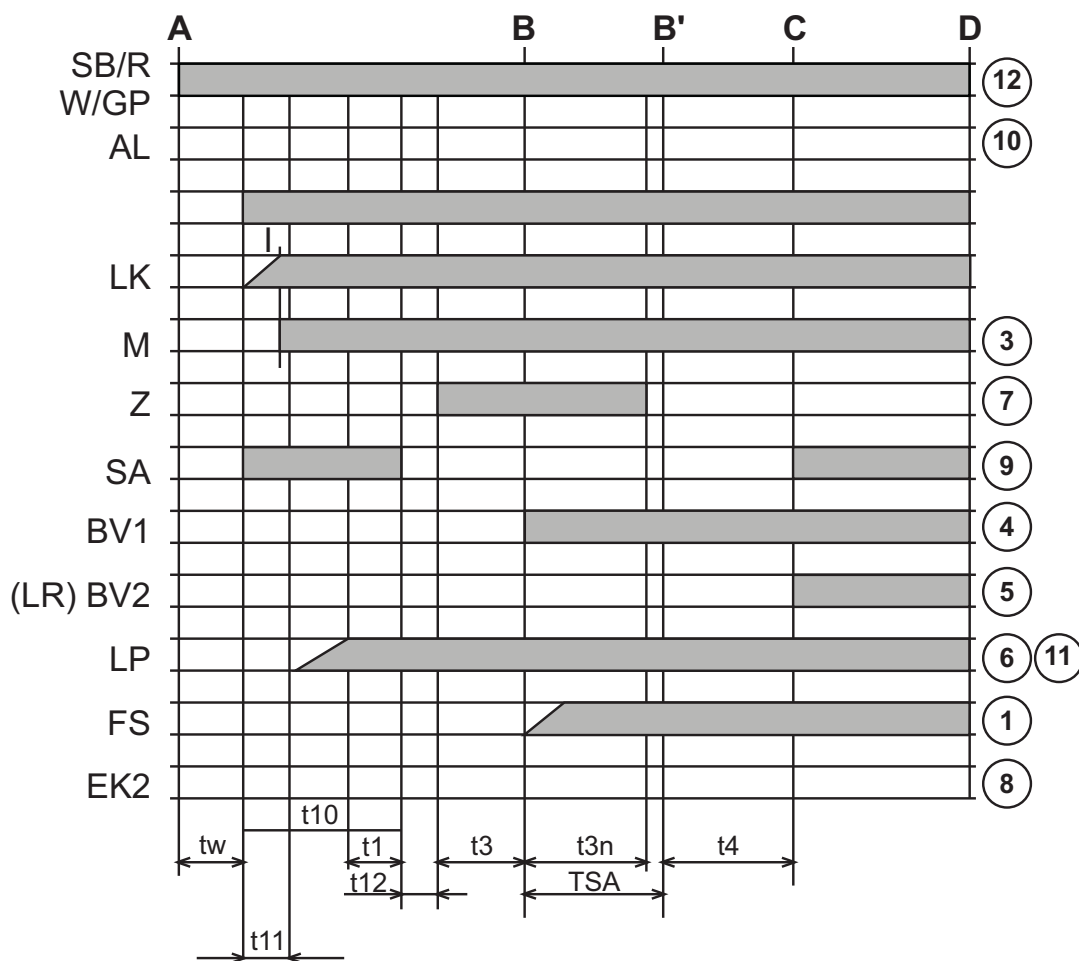

fig. 11
- Inicia el funcionamiento según el diagrama de la fig. 11.